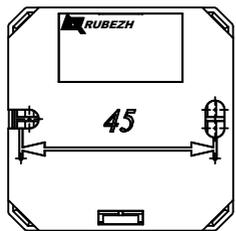

Рисунок 3 – Установочные размеры для AM-1 прот. R3
- б) смонтировать адресную метку на DIN-рейку или на стену, используя отверстия в основании (Рисунок 3, 4);